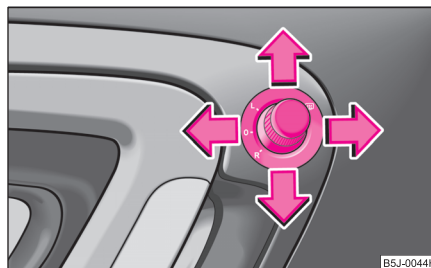

Fig. 44 Contre-porte: Bouton rotatif
- Faites tourner le bouton sur la position (☀) ⇒ fig. 44.